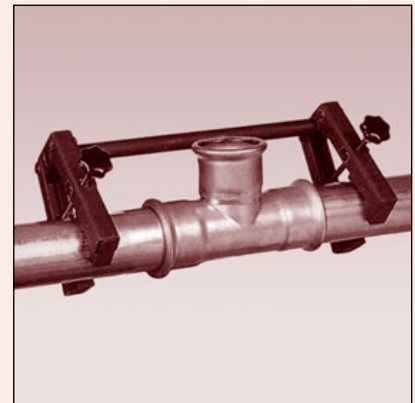

Fig. 26 | Verwendung des Rohrschraubstocks für Durchmesser "Big Size"
9.6 Verwendung der Pressbacken für "Big Size"-Durchmesser (Abb. 26)
9.6 Use of assembly clamps for "Big Size" diameters (fig. 26)